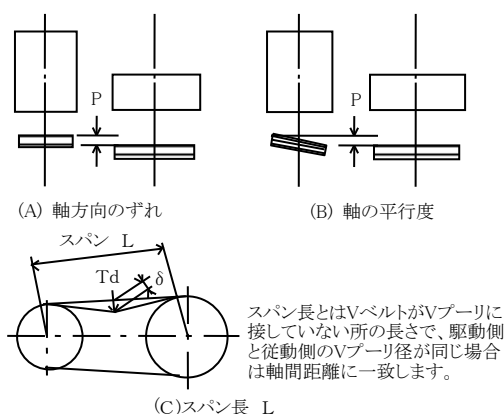
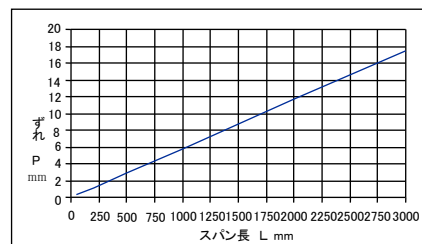

図4 Vプーリの心出し
図5 Vプーリずれ許容寸法 (Pmm)
- (1) ファンが工場ですくしく心出し調整して出荷していますが、据付終了後再確認してください。
- (2) Vプーリのミスアライメントは、Vベルトの寿命を縮める要因になりますので、正確に調整をしてください。ミスアライメントには、Vプーリの軸方向のずれと軸の平行度の2つが含まれます。図4(A)が軸方向のずれで、同図(B)が軸の平行度です。それぞれのずれの許容寸法(Pmm)は、同図(C)に示されるVプーリ間のスパン長(Lmm)により、図5に示された値以下といたします。Vベルトを張った後で許容寸法を確認してください。ずれPは、極力小さく調整してください。
- (3) Vベルトは、取付張力が不足するとスリップが発生しやすくなり、Vベルトの寿命に影響を与えます。また、張力が高すぎるとVベルトの寿命を縮めるだけでなく、軸荷重が過大になり、軸受の寿命を縮めます。Vベルトの張り調整は次の手順により行います。